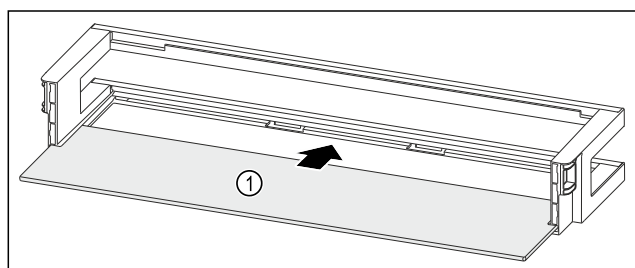

Fig. 143 Türabsteller mit Abstellfläche
- ▶ Abstellfläche Fig. 143 (1) in die seitlichen Aussparungen einschieben.